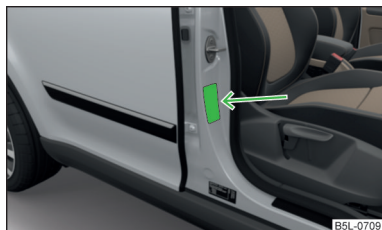

Fig. 149
- En el montante B del lado del acompañante  fig. 149. El adhesivo es visible al abrir la puerta del acompañante.